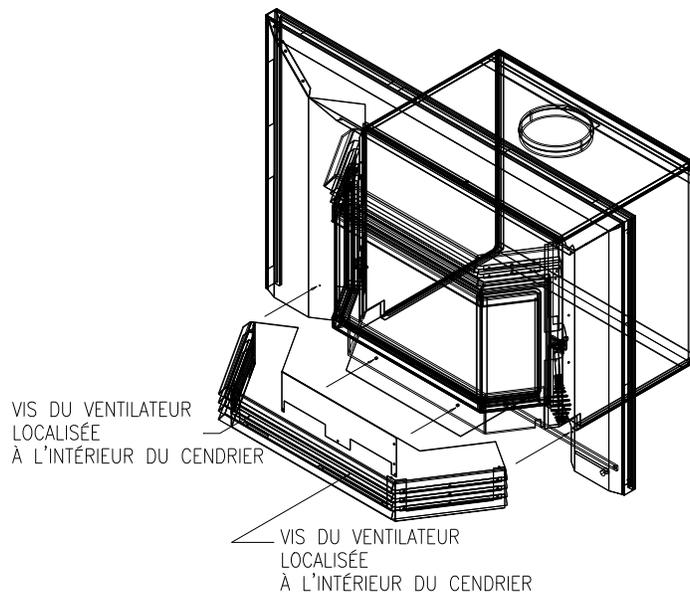

Figure 2.9
8. À l'usine, on a attaché le ventilateur à l'appareil à l'aide d'attaches; pour fixer le ventilateur définitivement, voir la Figure 2.9.